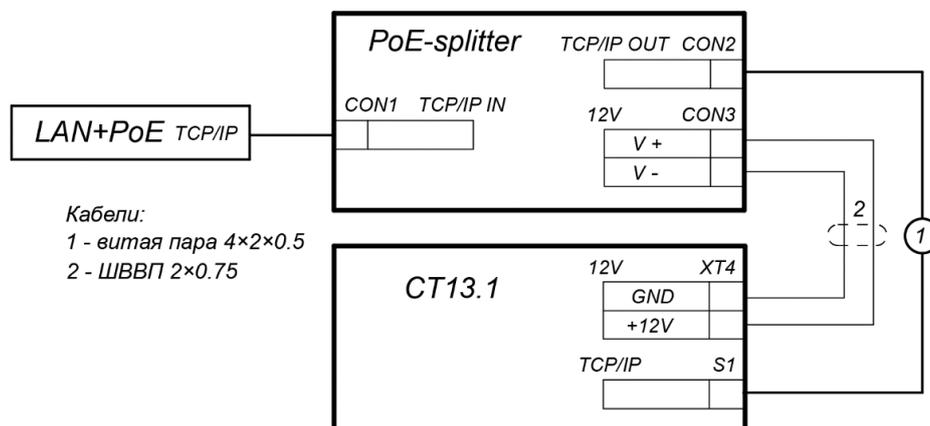

Рисунок 26. Схема подключения контроллера ЭП
2. Подключите сплиттер к ЭП в соответствии со схемой подключения (рис. 26).